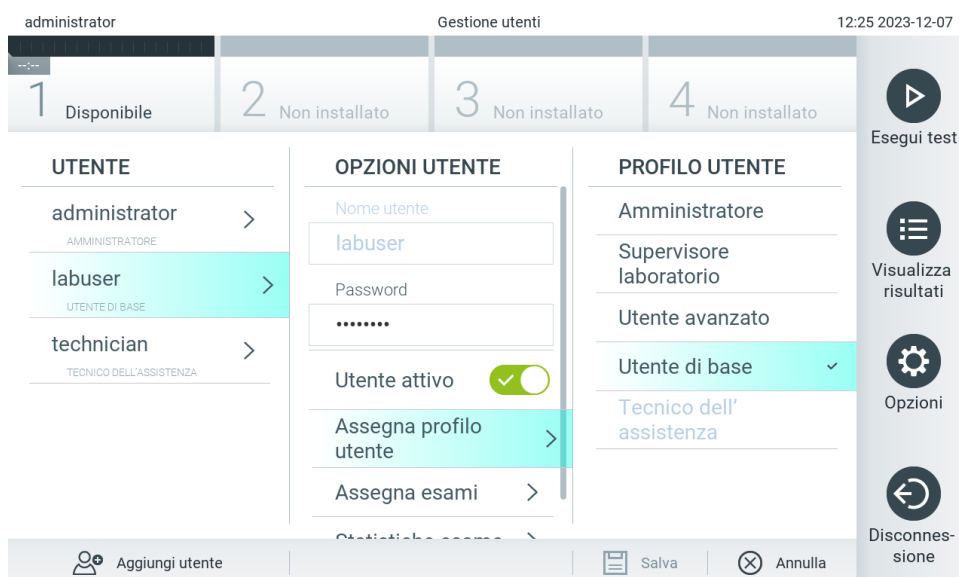

Figura 52. Assegnazione di profili utente agli utenti.
- Assign User Profile (Assegna profilo utente): consente di assegnare un profilo utente diverso per quell'utente (ad esempio, Administrator (Amministratore), Laboratory Supervisor (Supervisore laboratorio), Advanced User (Utente avanzato), Basic User (Utente di base)). Selezionare il profilo utente appropriato dall'elenco a destra dell'area dei contenuti (Figura 52).